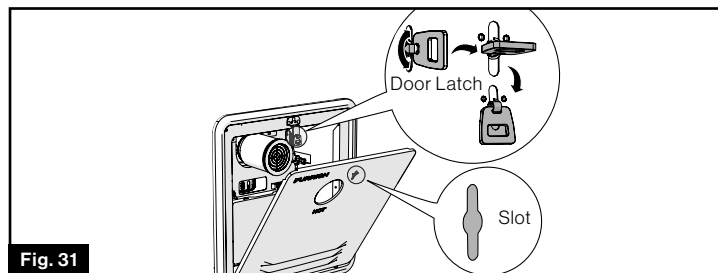

Fig. 31
9. Alignez le verrou de la bride avec la fente de la porte, poussez ensuite la porte et tournez le verrou pour verrouiller la porte en place. (Fig. 31)
- Étape ① : Tirez et tournez à 90 ° le levier afin de verrouiller le verrou.
- Étape ② : Tournez le verrou pliant vers le bas pour le verrouiller.